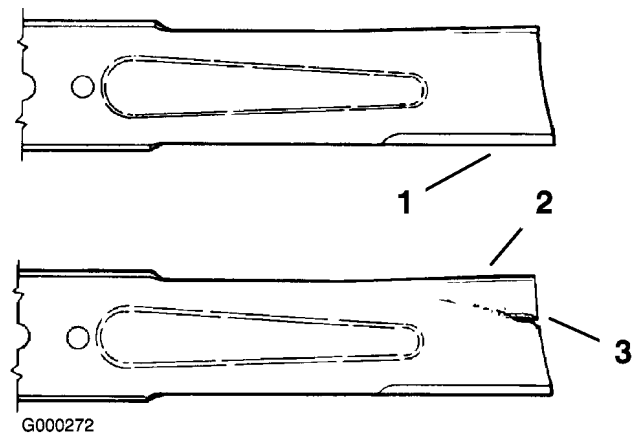

Figura 46
1. Inspeccione los filos de corte (Figura 46). Si los bordes no están afilados o tienen muescas, retire las cuchillas y afílelas. Consulte Afilado de las cuchillas.
2. Inspeccione las cuchillas, especialmente la parte curva (Figura 46). Si observa daños, desgaste o la formación de una ranura en esta zona (elemento 3 en la Figura 46), instale de inmediato una cuchilla nueva.